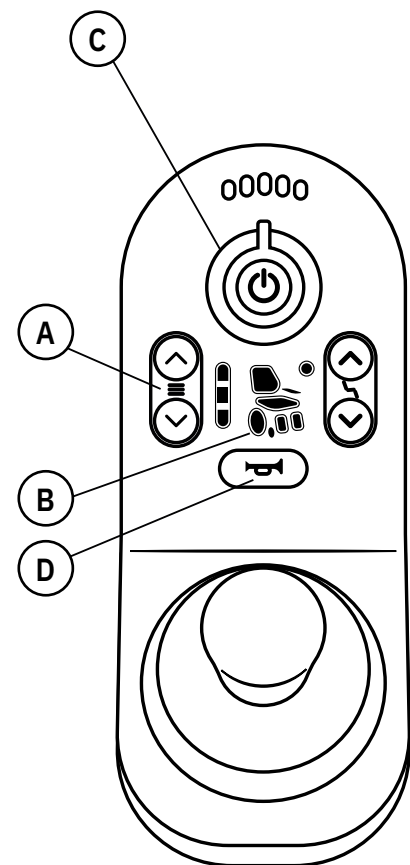

Figure 5.6. Réglage des fonctions de conduite sur LiNX REM211.
Le réglage des fonctions de conduite est illustré à la figure 5.6.
- Appuyer sur les boutons (A), voir figure 5.6. pour sélectionner un profil de conduite. Le profil de conduite sélectionné est indiqué par une, deux ou trois LED allumées sur l'écran.